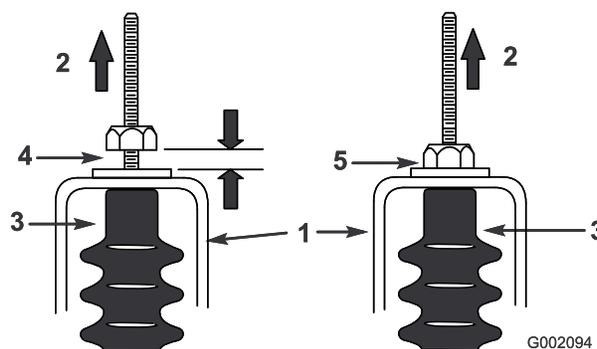

Figura 60
5. Puxe cada cabo de mudanças para se certificar de que existe folga de 0,76–1,52 mm entre a porca/anelha e o suporte neutro (Figura 60).